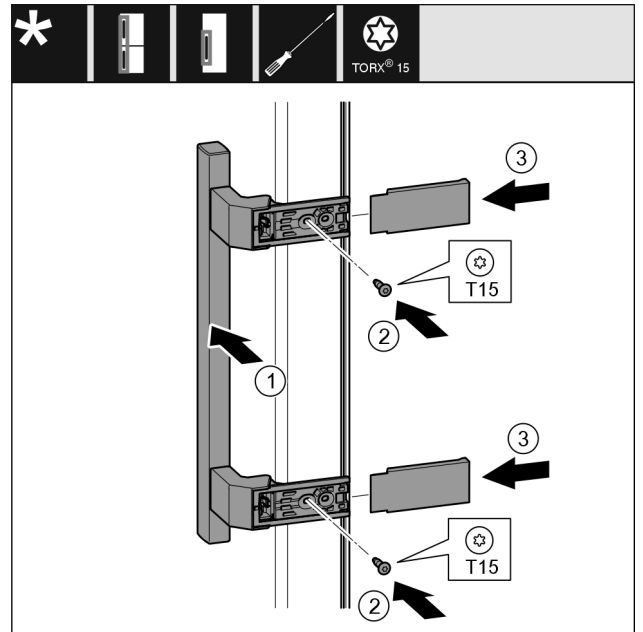

Fig. 55
- ▶ Breng het handvat Fig. 55 (1) aan de andere kant aan.
- ▶ Schroeven Fig. 55 (2) met een schroevendraaier vastschroeven.
- ▶ Plaats de afdekkingen Fig. 55 (3) op de zijkanten en schuif ze erop.